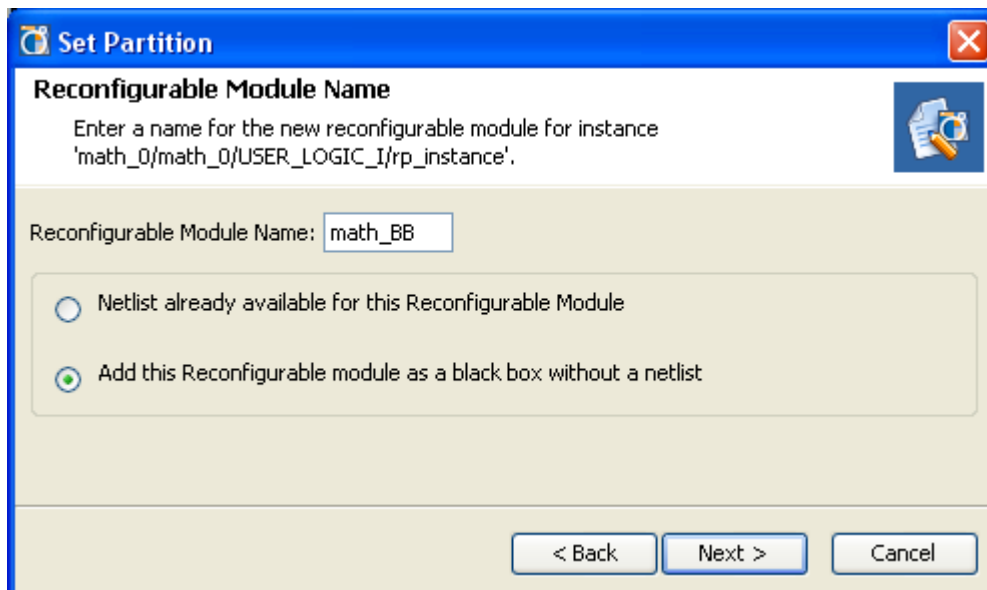

図 15 : パーティションの設定
- 4-1-6. 図 15 のように、[Set Partition] ダイアログ ボックスが表示されます。